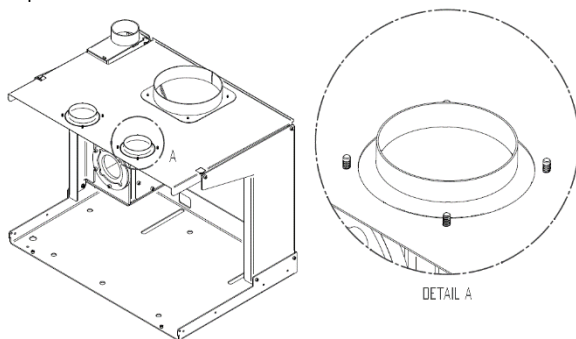

Figure 21 – Installation des buses d'air chaud
4. Il est important que les vis ou les rivets utilisés pour fixer les buses soient placés **du bas vers le haut**, de sorte à ne pas gêner le mouvement de l'insert quand on le sortira pour l'entretien, voir figure 21.